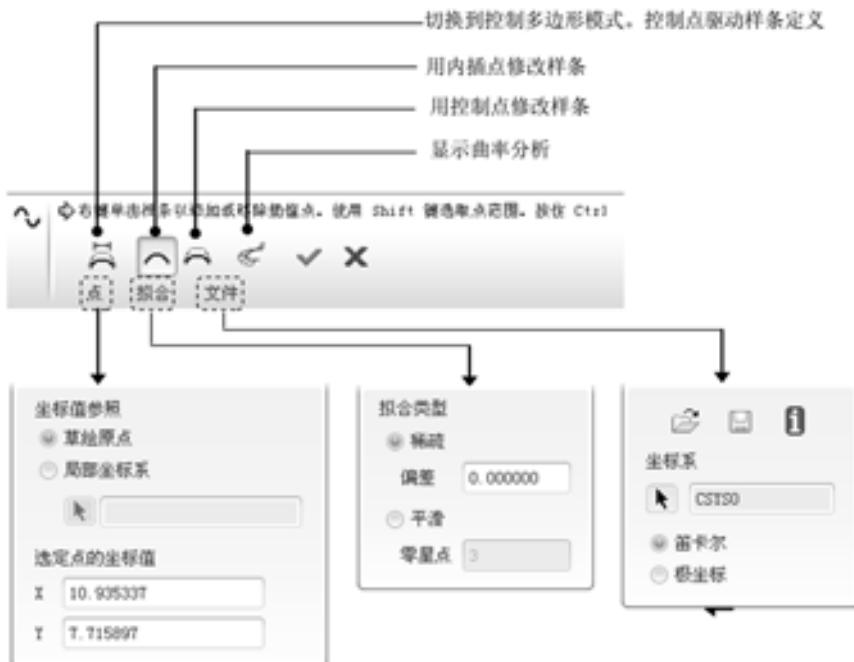

图 4.7.12 “样条修改”操控板
Step2. 系统弹出“选取”对话框（图 4.7.10），选取图 4.7.11 所示的样条曲线，此时在屏幕下方出现图 4.7.12 所示的“样条修改”操控板。修改方法有以下几种。
- 在“样条修改”操控板中按下 **点** 按钮，然后单击样条曲线上的相应点，可以显示并修改该点的坐标值（相对坐标或绝对坐标），如图 4.7.12 所示。
- 在操控板中按下 **拟合** 按钮，可以对样条曲线的拟合情况进行设置，如图 4.7.12 所示。